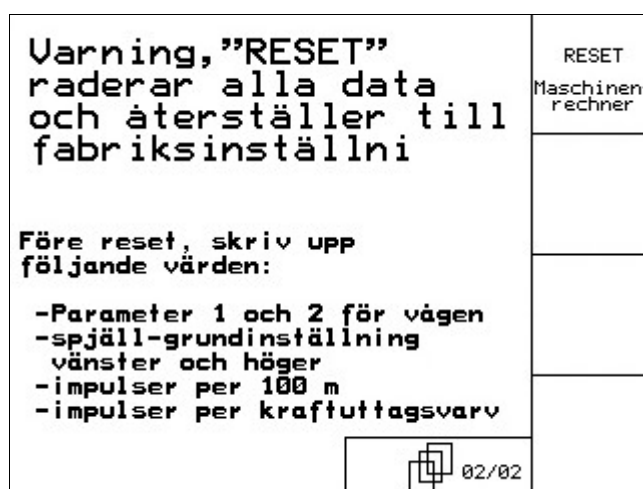

Fig. 59
- Sida 2 i Setup-meny (Fig. 59):